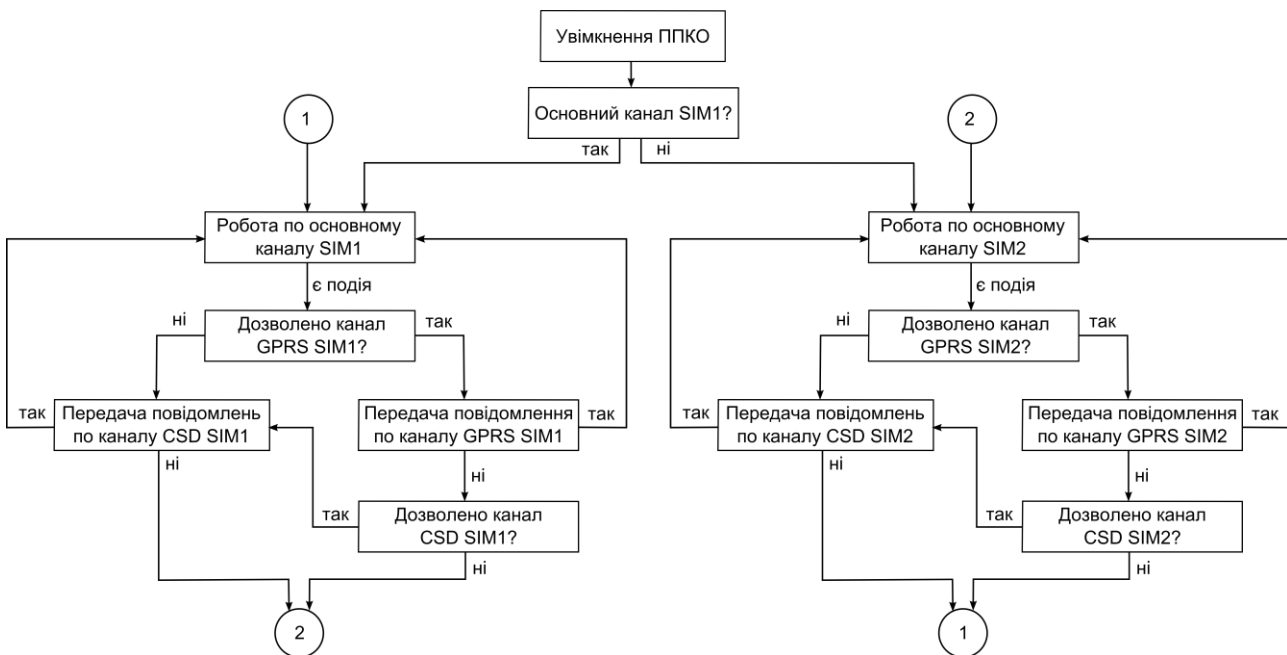

Рисунок 1 – Алгоритм передачі повідомлень на ПЦС
2.4.1 В залежності від налаштувань (дивись 7.18) сповіщення на ПЦС можуть передаватись по каналах зв'язку Ethernet та GPRS/CSD з використанням двох SIM-карт, згідно алгоритму наведеному на рис.1. В протоколі «МОСТ» сповіщення можуть передаватись в каналах GPRS, CSD та Ethernet, в протоколі «Селена» - в каналі GPRS та Ethernet. Якщо до ППКО підключено комунікатор Ethernet (БПМЕ) – друга SIM карта стає неактивною.